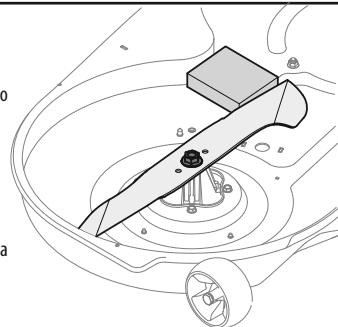

Figura 35
2. Coloque un bloque de madera entre el deflector del alojamiento central de la plataforma y la cuchilla de corte, para que actúe como estabilizador. Consulte la Figura 35.
3. Extraiga la tuerca de brida hexagonal que asegura la cuchilla al montaje de husillo. Consulte la Figura 35.